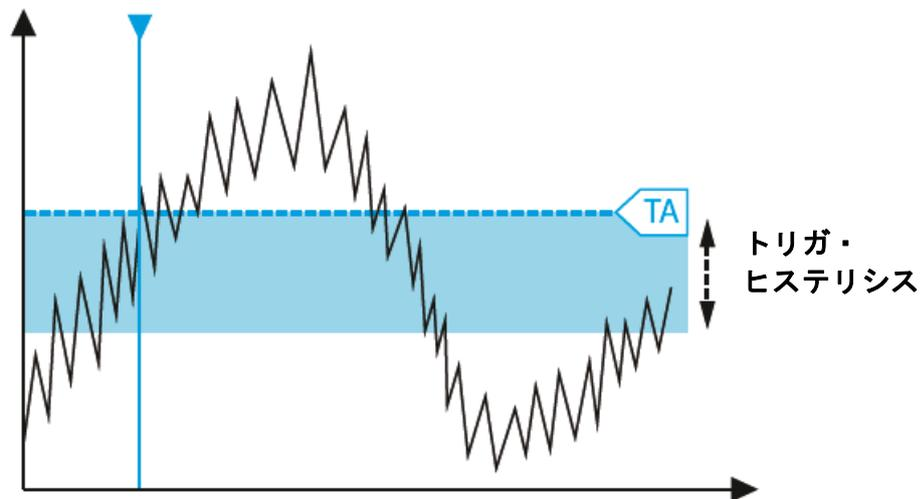

図9：トリガ・レベルのヒステリシスはノイズの多い信号でも安定したトリガリングを実現
トリガ感度に関しては、矛盾する 2 つの要件があります。まず、トリガ・システムには、ノイズの多い信号でも安定したトリガリングができるように、トリガしきい値付近で一定のヒステリシスが必要です（図 9 を参照）。一方で、ヒステリシスが大きいと、信号振幅が小さい場合はトリガ・システムの感度が制限されます。
- Ⅰ 「Manual」（手動）ヒステリシス・モードでは、ノイズ・レベルの大きい信号でも安定したトリガリングを行うことができるように、ヒステリシスを手動で大きくすることができます（図 9）。